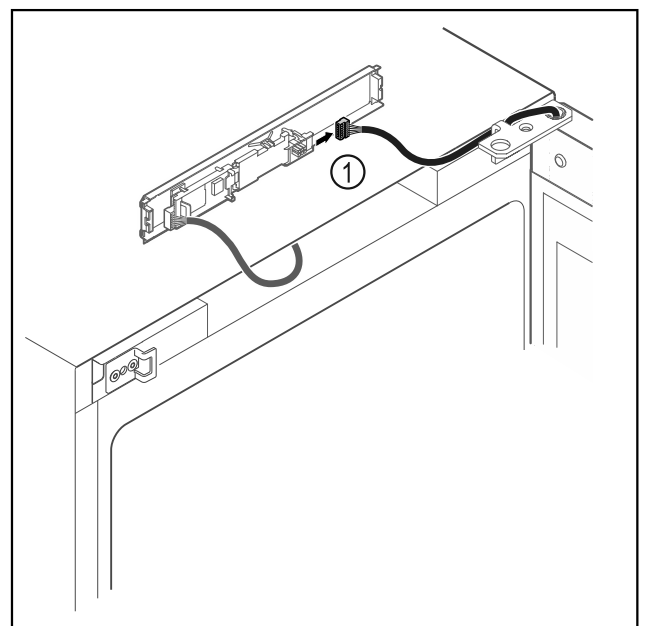

Fig. 16
- ▶ Irrota pistoke Fig. 16 (1) levystä.